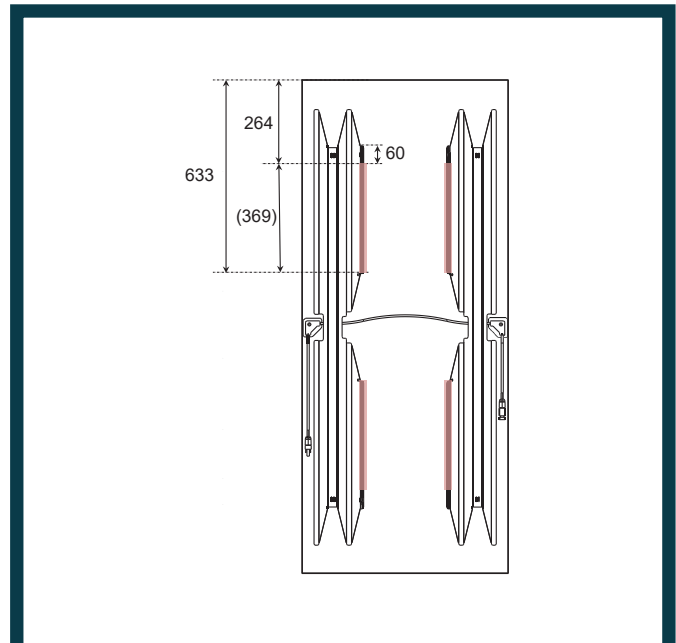
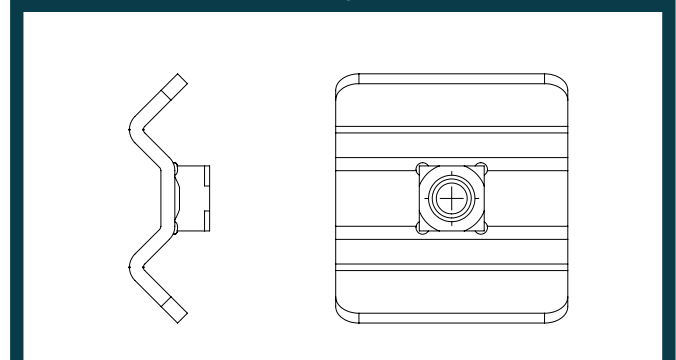

Abb. 1: Rückseite Modul „Hook-In“ Variante
Abb. 3: SMART „Hook-In“ Klemme
- AVANCIS schreibt vor, dass die PV-Module an den 4 Montagebereichen der Rückenschielen montiert werden (rote Markierungen in den Abb. 1, 4 und 6).
- Die SMART-Klemmen müssen mit ihrer gesamten Länge im erlaubten Klemmbereich (rote Markierungen in den Abb. 1, 4 und 6) der Montageränder der Rückenschiene liegen und müssen mit einem Anzugsdrehmoment von 20 Nm vorgespannt werden. Der erlaubte Klemmbereich umfasst den ganzen Montagerand mit Ausnahme der ersten 6 cm gemessen vom äußeren Ende. Gemessen von der Glaskante umfasst dies den Bereich von 264 mm bis 633 mm (bei Standardlänge).
- SKALA PV-Module werden standardmäßig entsprechend der „Hook-In“-Variante unter Berücksichtigung der sonstigen lokalen baurechtlichen Anforderungen, wie in der Abbildungen 1 und 2 gezeigt, montiert. Die roten Bereiche in Abbildung 1 bezeichnen dabei den erlaubten Bereich für das Anbringen der SMART-Klemme (Abbildung 3).